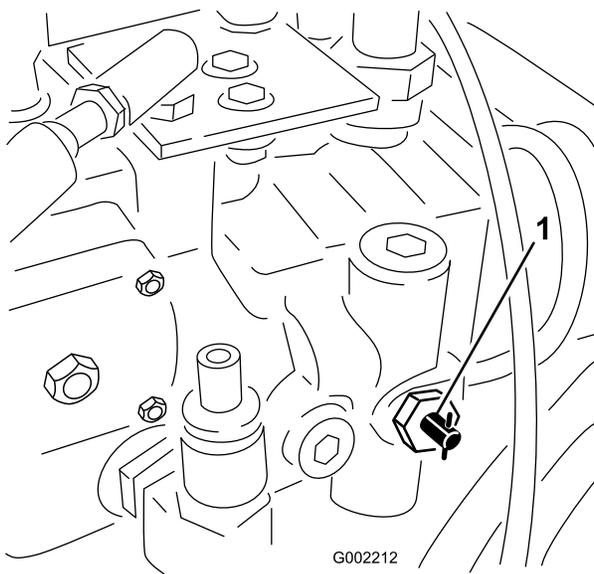

Figure 28
- Tournez la vanne de remorquage (Figure 28) de 90° dans un sens ou dans l'autre pour l'ouvrir.